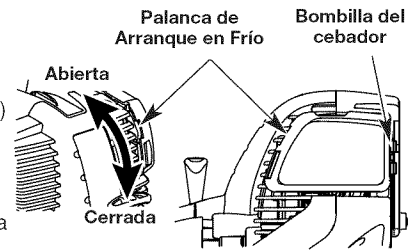

Fig. 10
**SI ESTÁ FRÍO...** Para funcionamiento en tiempo de frío (por debajo de 40°F), gire la palanca de arranque para tiempo frío (Fig. 10) hacia abajo hasta la posición de arranque/ cerrada y continúe al paso 3. NO gire esta palanca hacia abajo si la temperatura está por encima de 40°F.
3. Oprima completamente y libere la pera del cebador 10 veces, lentamente. Deberá verse alguna cantidad de combustible en la pera del cebador (Fig. 10). Si no puede ver combustible en la pera, oprima y suelte la pera tantas veces como sea necesario hasta que vea combustible en la misma.